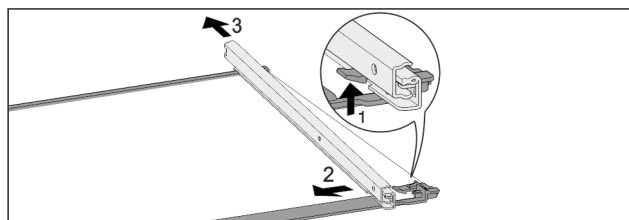

Fig. 44 Skleněná deska s kolejničkami
- ▶ Přední aretační háček zatlačte nahoru. Fig. 44 (1)
- ▶ Výsuvnou kolejničku vysuňte stranou Fig. 44 (2) a dozadu Fig. 44 (3).